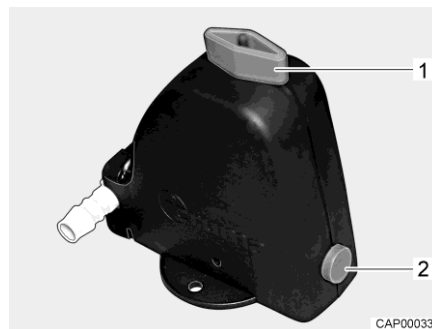
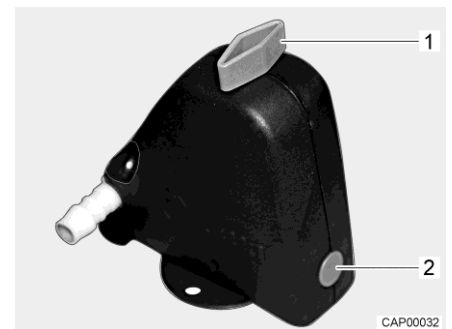

Fig. 93 Valve de sécurité et de vidange ouverte
Fig. 94 Valve de sécurité et de vidange fermée
- Fermer la valve de sécurité et de vidange. Tourner pour cela le bouton rotatif (Fig. 93,1) dans le sens transversal par rapport à la valve de sécurité et de vidange et enfoncer le bouton-poussoir (Fig. 93,2). La valve de sécurité et de vidange fermée est représentée à la Fig. 94. Lorsque la température descend en dessous de 6 °C, la valve de sécurité et de vidange ne peut pas être fermée.